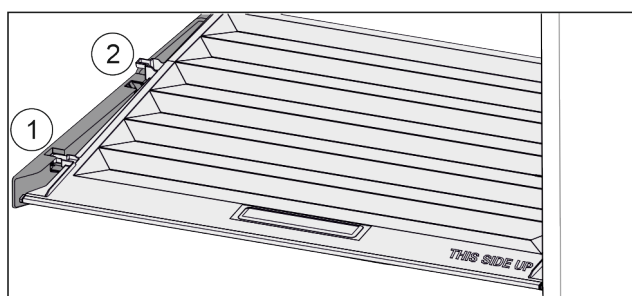

Fig. 119
- ▶ 将盖子向前拉 Fig. 119 (1) 至定位件开口。
- ▶ 从下方抬起后端并向上将其移出 Fig. 119 (2)。